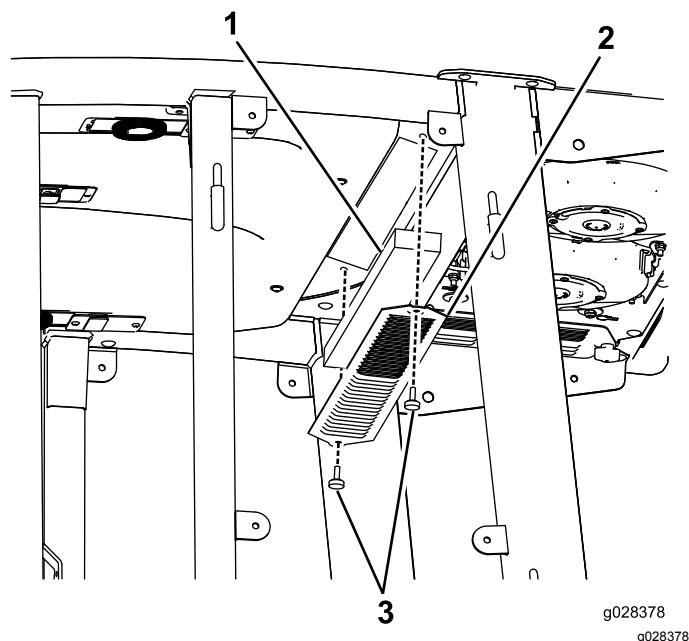
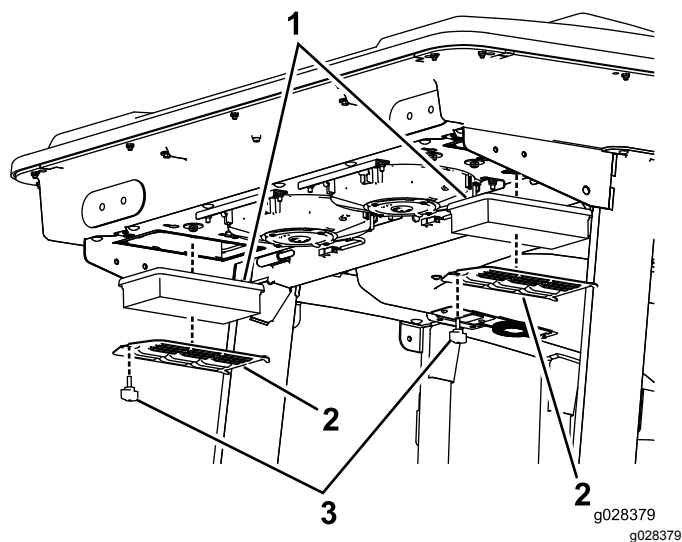
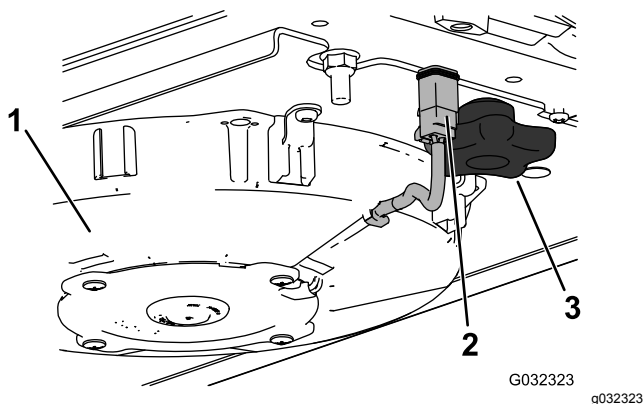
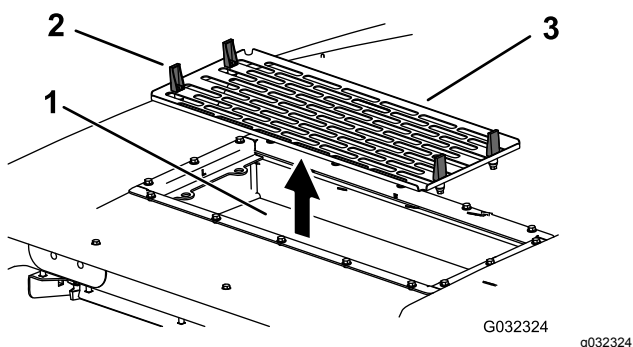

Рисунок 113
Рисунок 114
Рисунок 115
Рисунок 116
1. Выверните винты и снимите решетки у салонного и заднего воздушных фильтров кабины (Рисунок 113 и Рисунок 114).
5. Снимите воздушные фильтры (см. Рисунок 114).
7. Установите воздушные фильтры, сетку и вентилятор в сборе (Рисунок 114, Рисунок 115 и Рисунок 116).
8. Подсоедините провод к каждому вентилятору (Рисунок 115).